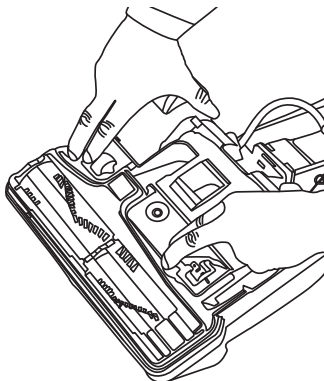

Fig. 11
2. Poussez les deux languettes de maintien vers l'intérieur (Fig. 11) pour libérer le plateau inférieur. Retirez le plateau inférieur.